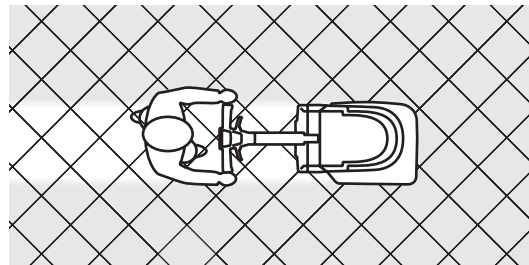

Figure 4
*Si possible, pour un meilleur séchage entre les joints des carreaux, avancer en diagonal par rapport à la pose du revêtement, comme sur la figure 4.*